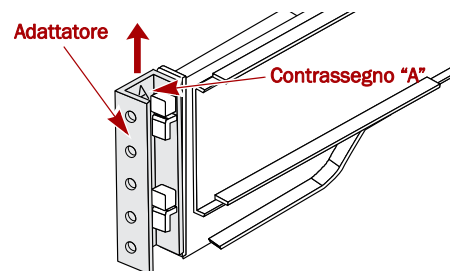

Figura 7. Fissaggio dell'adattatore alla parte anteriore
1. Fissare gli adattatori (Figura 7) a entrambe le estremità della guida: